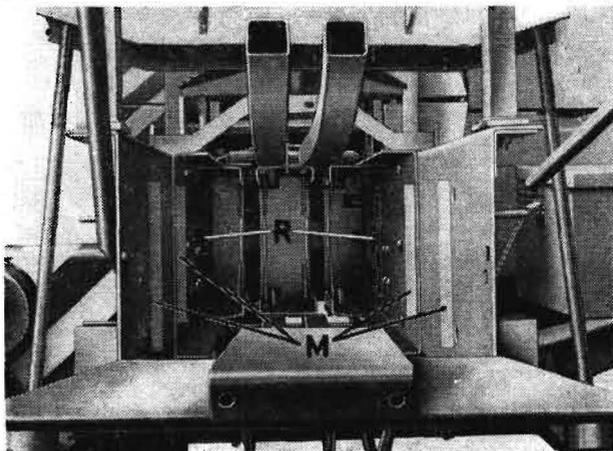

Bild 26
Wird insbesondere bei trockenem Stroh die Ballendichte nicht erreicht, so sind außer den angeordneten Rückhalteblechen (R) sowie den beweglichen Preßgutrückhaltern die 4 als Zusatzausrüstung angebotenen Kanalbacken (M) in den Preßkanal einzuschrauben (Bild 26). Bei feuchtem Erntegut über 25 Prozent ist deren Einsatz nicht gestattet.